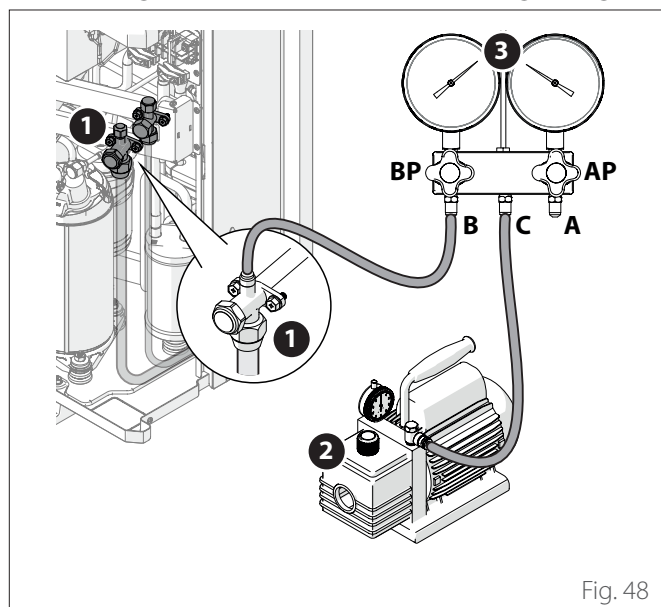

Fig. 48
- Collegare le tubazioni come indicato in figura "Fig. 48".
- Aprire leggermente per qualche secondo la valvola di arresto **(1)** e richiuderla ("Fig. 48").